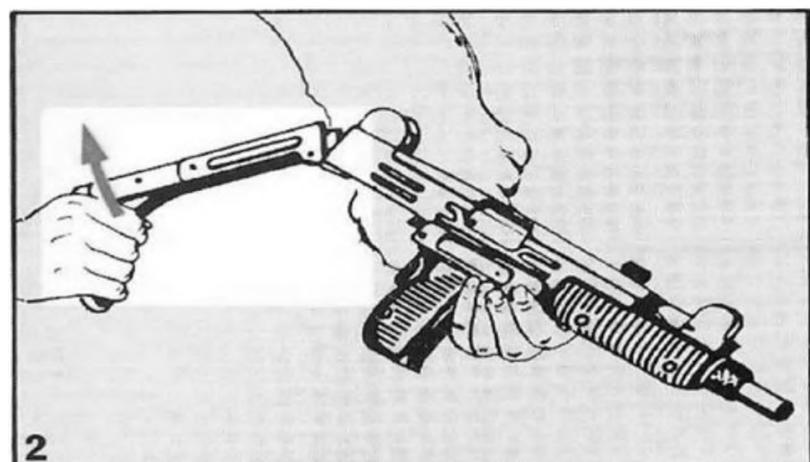

Рисунок. 4.5 – Фіксування прикладу
3) візьміться за приклад і потягніть його назад, поки приклад не зафіксується (рисунок 4.5).